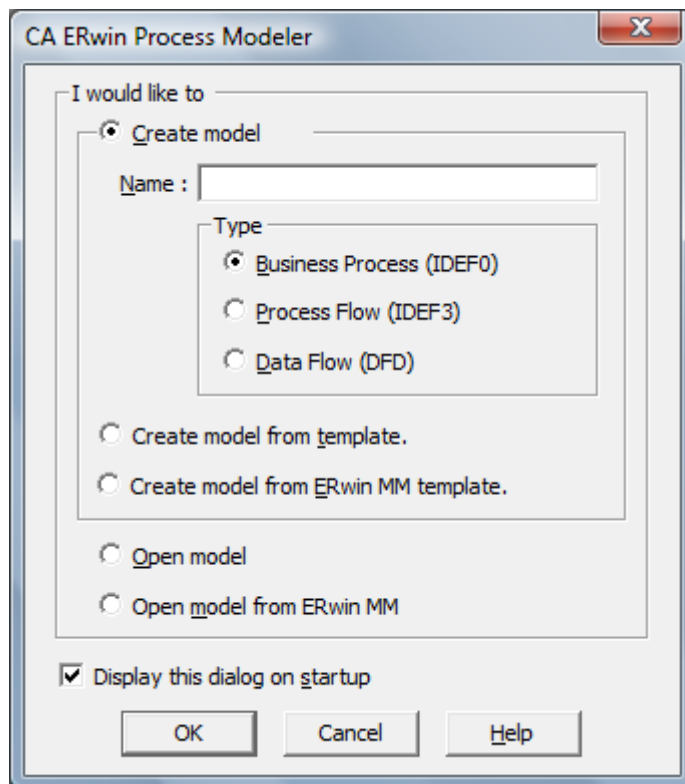
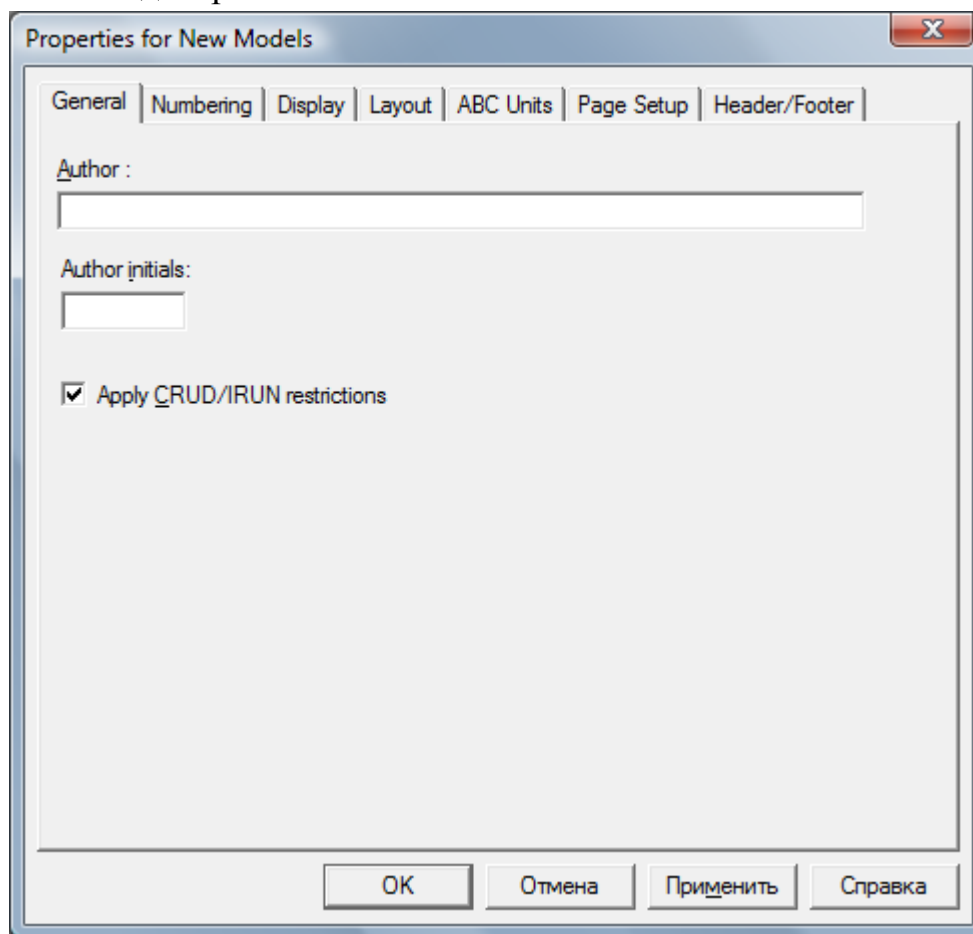

Рис. 2. Диалоговое окно создания/открытия модели
Рис. 3. Диалоговое окно задания свойств модели
1. Запустите программу *CA Erwin Process Modeler*. На экране появится диалоговое окно (рис. 2), в котором предлагается выбрать необходимое действие:
2. В диалоговом окне (рис. 2) установите переключатель в поле *Create model*, в поле *Name (Имя)* введите «Деятельность предприятия», выберите *Type – Business Process (IDEF0)* и нажмите *OK*. Появится окно *Properties for New Models (Свойства новой модели)* (рис. 3).